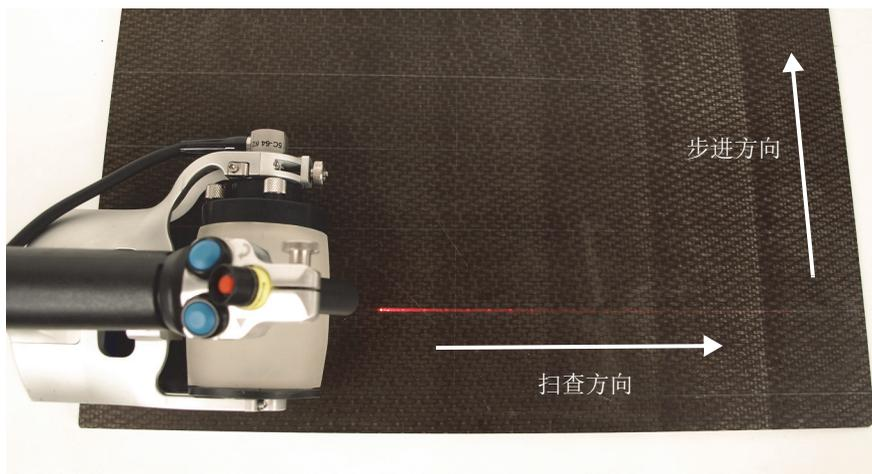

图 5-6 在下一条导引线上定位RollerFORM扫查器
11. 将RollerFORM扫查器移回到检测起始区域，将其放置在左侧的下一条导引线上。使用导引激光束，使RollerFORM扫查器与这条划出的导引线精确对齐（参见第69页的图 5-6）。